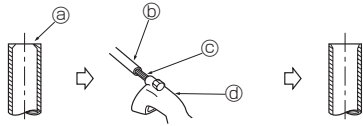

Fig. 5-4
5.2.2. Kidade eemaldamine (Fig. 5-4)